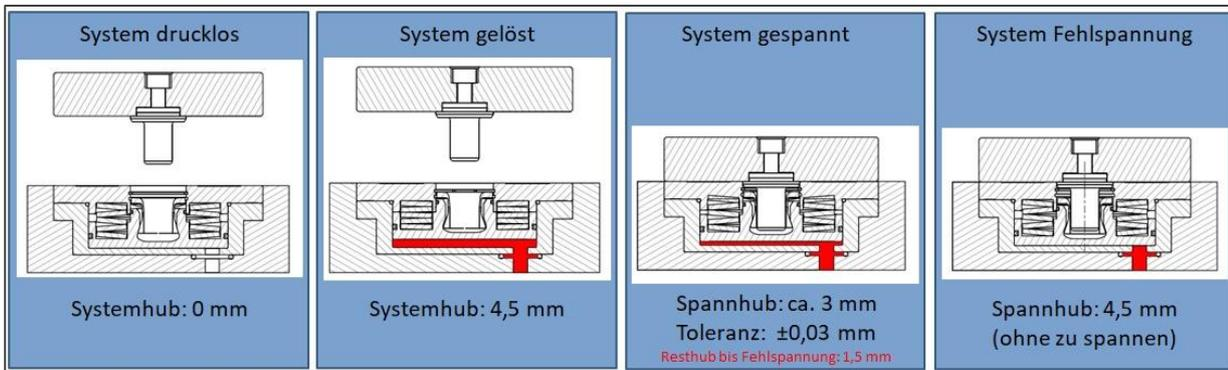

Abbildung 5 – Auswertbare Spannzustände
Bei einem Spannvorgang fließt die Ölmenge wieder zurück durch die Federkraft, die auf den Kolben wirkt. Ist ein Spannsystem richtig gespannt, fährt es nicht in die Grundstellung zurück, da der Kolben vor Erreichen der Grundstellung den Spannbolzen über die Spannzanze greift und mit der Federkraft anzieht. Ist ein Spannsystem nicht richtig gespannt (Fehlspannung), fließt mehr Öl vom Spannsystem zurück, weil der Kolben den Spannbolzen nicht über die Spannzanze greift und in die Grundstellung zurück fährt. Das Spannen ohne Spannbolzen entspricht derselben Situation wie eine Fehlspannung. Siehe zur Veranschaulichung Abbildung 5.
1. Das Druckmedium durch die Öffnung im Gehäuse unter dem Zugkolben (Abb. 5/2) einlassen. Der Zugkolben steht dann am oberen Anschlag, um einen Spannvorgang einzuleiten. Der Zugkolben (Abb. 5/2), der die Spannzange (Abb. 5/1) umschließt, lässt diese durch eine Freistellung öffnen.
2. Den Spannbolzen (Abb. 5/4) in die Spannzange einführen.
3. Das Druckmedium durch die Öffnung im Gehäuse unter dem Zugkolben (Abb. 5/2) ablassen. Der Zugkolben (Abb. 5/2) bewegt sich durch die Kraft des Federpakets (Abb. 5/3) nach unten. Die Spannzange (Abb. 5/1) wird an den Zugkolben (Abb. 5/2) angelegt.
1. Das Druckmedium durch die Öffnung im Gehäuse unter dem Zugkolben (Abb. 5/2) einlassen. Der Zugkolben (Abb. 5/2), der die Spannzange (Abb. 5/1) umschließt, lässt diese durch die Freistellung öffnen.
2. Den Spannbolzen (Abb. 5/4) aus der Spannzange (Abb. 5/1) heben.
4. Entweder einen weiteren Spannbolzen in die Spannzange einführen und erneut spannen, oder wenn nicht erforderlich, das Druckmedium durch die Öffnung im Gehäuse unter den Zugkolben (Abb. 5/2) ablassen. Das Spannsystem nur für den Wechselvorgang unter Druck setzen. Das Spannsystem nicht unter Dauerdruck stehen lassen!